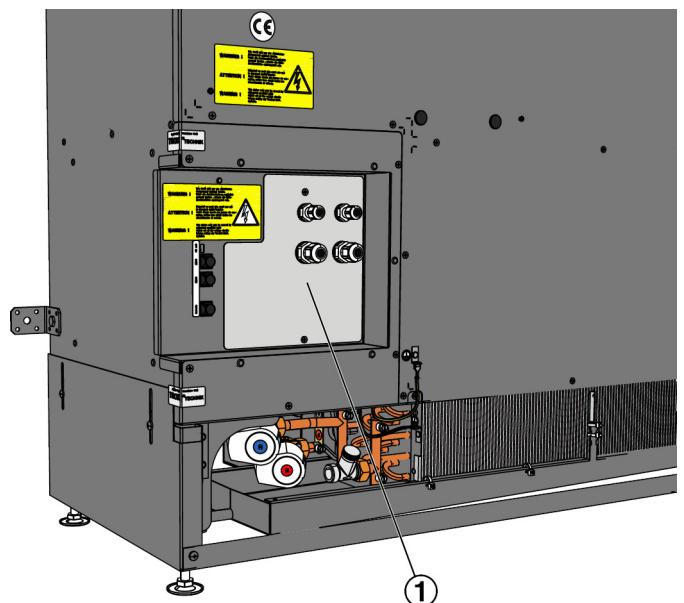

Abb. 12: Revisionsdeckel Regelung, z.B. SCHOOLAIR-B-HV
1. ▶ Den Revisionsdeckel der Regelung (Abb. 12/1) durch Lösen der Schrauben demontieren.